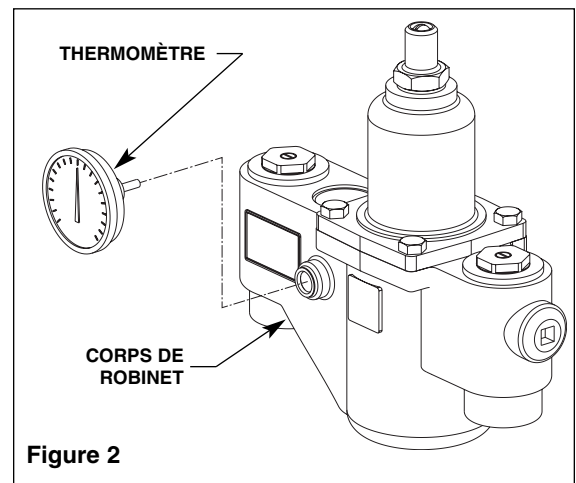

Figure 2
3. Visser le thermomètre dans l'orifice du corps du robinet (voir Figure 2). Le thermomètre donne une lecture de la température de l'eau à la sortie.